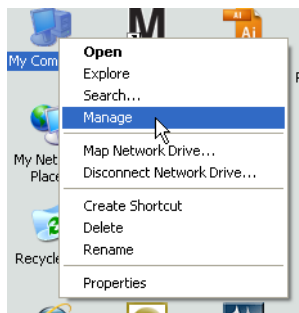

FIG. 34
- a. Haga clic con el botón secundario sobre el icono Mi PC del escritorio y después haga clic en Administrar (FIG. 34).